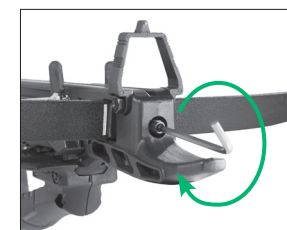

FIGURE 3
- Inserte y apriete el tornillo de la pala utilizando la llave hexagonal GRANDE, realineando las líneas según sea necesario. NO LO APRIETE EN EXCESO (Fig.3).